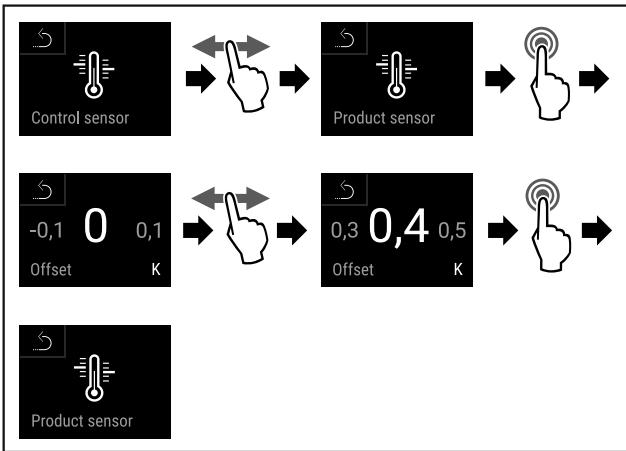

Fig. 138
- Seguir los pasos de procedimiento (consulte Fig. 138) .